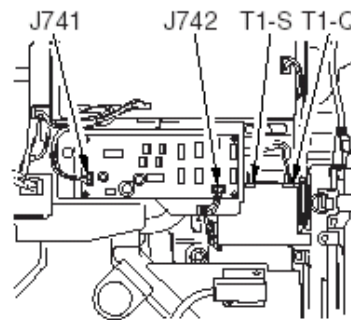

图 06-401-04
分离充电总成	3) 断开HV-AC PCB 变压器总成的连接器 T1-S，进行复印。是否显示E068?(参见图06-401-04。) 否：清洁分离充电总成。如果复印过程中，仍然显示 E608, 更换分离充电总成。
4) 断开HV-AC PCB 变压器总成的连接器 T1-Q, 进行复印。是否显示 E068 (参见图 06-401-04。)?